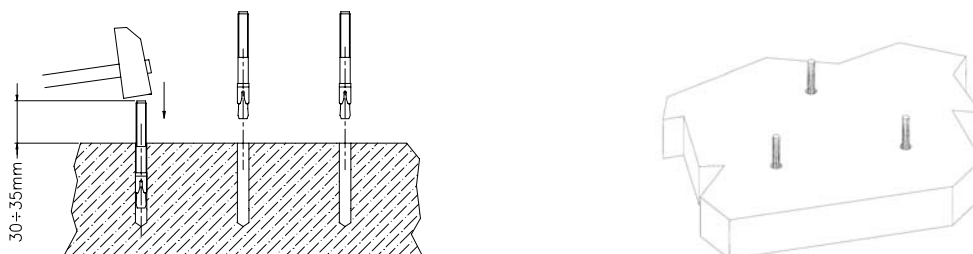

Fig.2
- Eseguire il piantaggio dei tasselli lasciando che fuoriescano dal pavimento rispettando la quota indicata (fig.2);